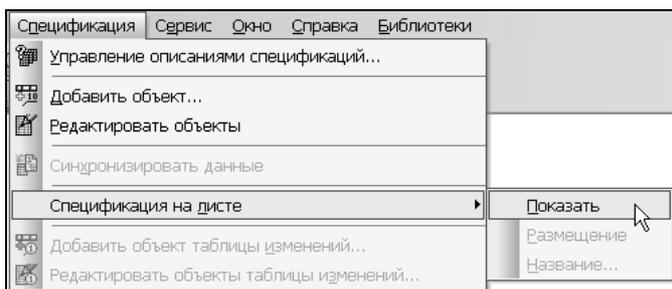

Рис. 9.81. Вызов команды **Показать** спецификации на листе
6. Чтобы созданная спецификация появилась в совмещенном со сборочным чертежом состоянии, активизируйте команду **Спецификация | Спецификация на листе | Показать** (рис. 9.81).